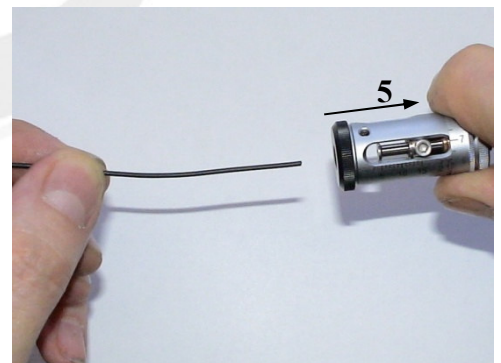

Bild 4. Abisoliermesser öffnen
**i** Bei Abisolierdurchmessern (**<0.5mm**) die sehr kurz abisoliert werden (**3mm**), sollte der Längeneinstellring **(2)** nicht blockiert werden, damit beim zurückziehen des Abisolierkopfes **(5)** die Abisoliermesser ganz geöffnet werden können (**Reinigungseffekt**) **(Bild 4)**
- Abisolierkopf **(5)** bis zum Anschlag nach hinten ziehen. Die vier Abisoliermesser sind nun in der maximal geöffneten Position. **(Bild 4)**